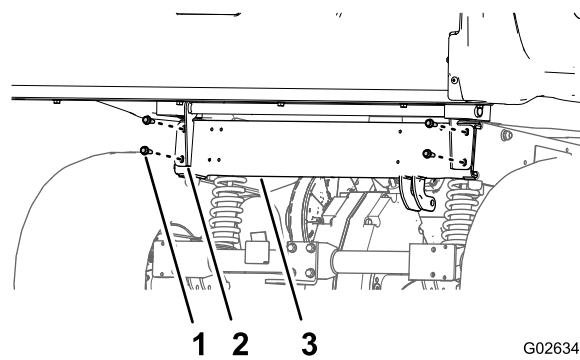

図19
7. ピボットブラケットの穴と車体の後フレームチャンネルにある荷台取り付け穴とが整列するように、荷台を車体上に注意深く降ろす図19。
8. ピボットブラケットを後フレームチャンネルに固定するフランジヘッドボルト3/8 x 1インチ4本ステップ8手動式荷台搭載車の荷台(ページ3)で取り外したものを使用する。図19を参照。
3. ピボットブラケットの穴と車体の後フレームチャンネルにある荷台取り付け穴とが整列するように、荷台を車体上に注意深く降ろす 図 19。
4. ピボットブラケットを後フレームチャンネルに固定するフランジヘッドボルト 3/8 x 1 インチ 4 本 ステップ 8 電動式荷台搭載車の場合 (ページ 5) で取り外したものを使用する。図 19 を参照。